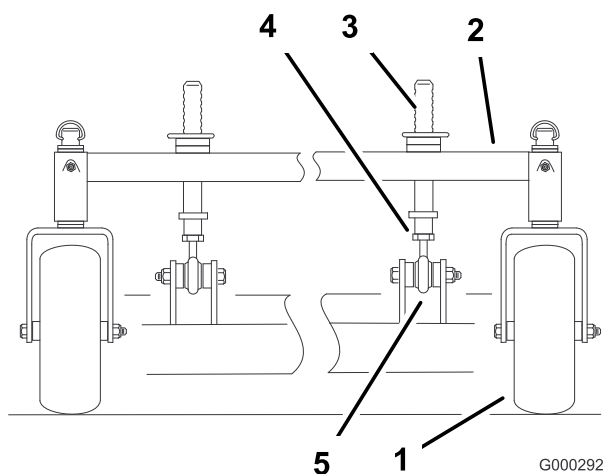

Figura 59
- Para cambiar la inclinación longitudinal, pueden ajustarse los pilares delanteros de ajuste de altura de corte (Figura 59).
- Para elevar la parte delantera de la carcasa, afloje la contratuerca y haga girar el pilar delantero en el sentido de las agujas del reloj (Figura 59).
- Para bajar la parte delantera de la carcasa, afloje la contratuerca y haga girar el pilar delantero en el sentido contrario de las agujas del reloj (Figura 59).
- Coloque las cuchillas en posición longitudinal. Mida en las posiciones **C** y **D** (Figura 59) desde una superficie nivelada hasta el filo de corte de las cuchillas.
- Apriete las contratuercas (Figura 59).